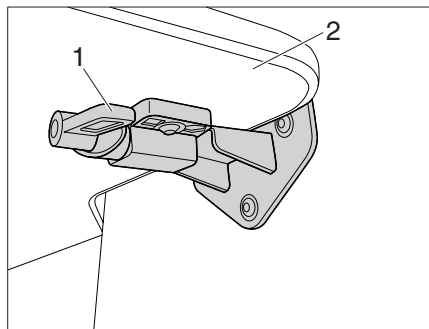

Bild 21 Riegel der Bettverlängerung (Sonderausstattung)
- Riegel (Bild 21,1) links und rechts an der Bettverlängerung (Bild 21,2) um 180° drehen.